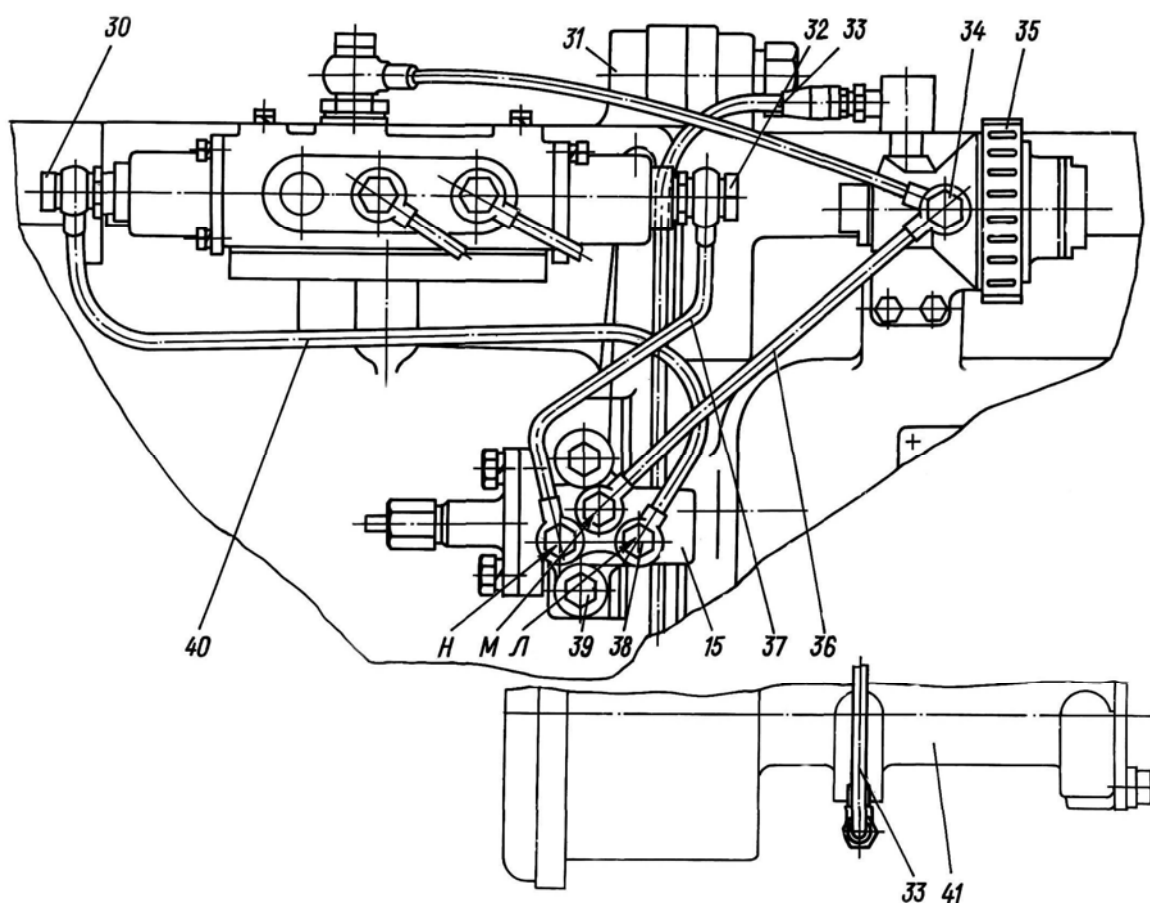

Рис.18. Управление коробкой передач и дополнительной коробкой:
Управление основной коробкой – механическое, осуществляется рычагом 10 (рис.18) из кабины водителя.
Снять подушки пассажирского сиденья и сиденья водителя, снять чехол кожуха турбонагнетателя и средний коврик пола, отвернуть верхнюю крышку 4 (см. рис.18) рычага. Отвернуть винты 26 крепления крышки корпуса, придерживая от проворачивания установочные винты 27. Отделить крышку 23 от корпуса 2, при этом осторожно извлечь из полости К шарики 25 и пружину 22. Отвернуть винты 28 крепления верхнего и нижнего хомутов 6, отсоединить трос 24 от переключателя 1, одновременно вывести из гнезда корпуса 2 ограничительную гайку 5. При необходимости сместить вниз по рычагу 10 верхний хомут 6. Отвернуть гайку 3, затем отвернуть корпус 2 рычага. При необходимости отвести в сторону ограничительную гайку 5 с тросом. Снять хомуты 6, перемещая их по рычагу 10 и защитной пружине оболочки троса, раздвинуть уплотнительный чехол 9 в нижней его части и расплести стяжку 13 (или разорвать ее). Снять обойму 14 чехла уплотнения рычага 10 с накладки 18 уплотнителя, сдвинуть нижнюю часть уплотнительного чехла 9 с обоймой 14 вверх по рычагу 10, вывернув чехол наизнанку (как показано на рисунке пунктиром) на величину, достаточную для доступа к стяжке 7. Расплести (или разорвать) стяжку 7, вывернуть чехол 9 в первоначальное – исходное положение, снять чехол 9 и обойму 14 в сборе с накладками с рычага 10. Отделить чехол 9 от обоймы 14.
- поверхности трения деталей рычага 10 (см. рис.18) смазать, а полость К переключателя 1 заполнить смазкой ЦИАТИМ-221;